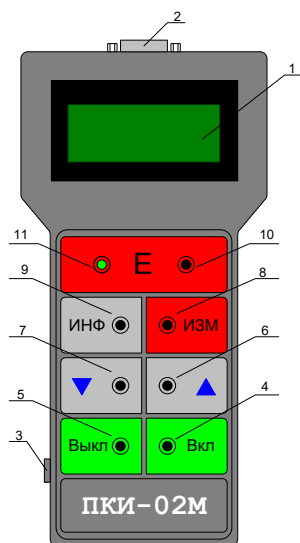
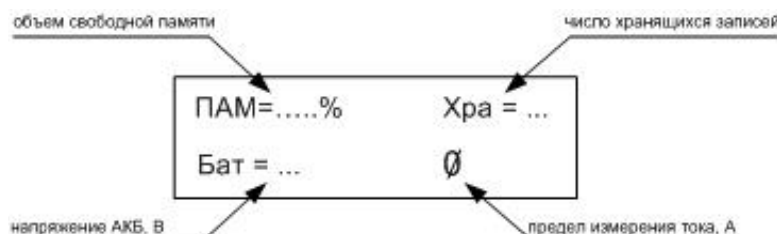
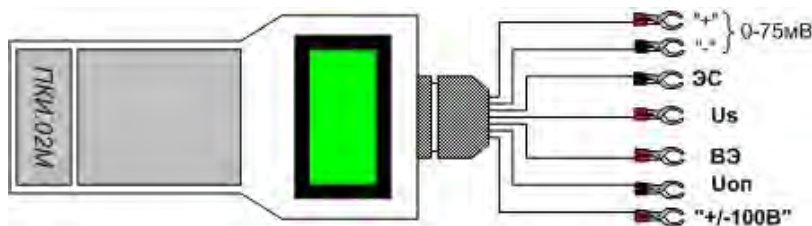

Рис.1
Рис.3
Рис.8.
4.2. Внешний вид прибора изображен на Рис.1.
Включение и выключение питания прибора осуществляется через коммутатор питания (поз.2, Рис.2) нажатием, соответственно, кнопок «ВКЛ» (поз.4, Рис.1) и «ВЫКЛ» (5, Рис.1), расположенных на лицевой панели прибора. **Для включения питания кнопку «ВКЛ» необходимо держать нажатой до заполнения обеих строк ЖКИ значками «*».**
При этом на ЖКИ индицируется следующая информация (Рис.3):
- подключите к разъему 2 (Рис.1) прибора придаваемый соединительный кабель КС1-1 с 7 проводами, оснащенными зажимами типа «крокодил» (см. Рис.3);
7.1. Подключите к разъему 2 (Рис.1) прибора придаваемый соединительный кабель КС1-1, имеющий 7 концов, оснащенных разъемами типа «крокодил». Назначение проводов и условные обозначения, нанесённые на этих разъемах (подводящих проводах), приведено на Рис.8.